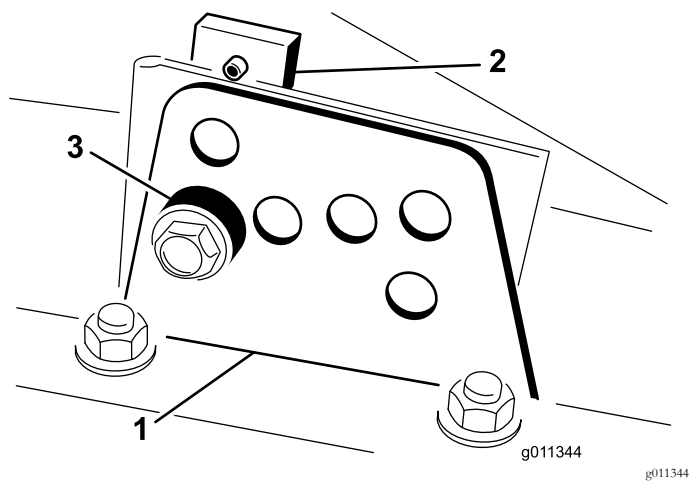

图19
2. 拧松将各剪草高度支架固定至剪草高度板的螺栓前面和两侧 请参阅图19。
4. 在支撑起切割腔的同时取出隔片 (图19)。